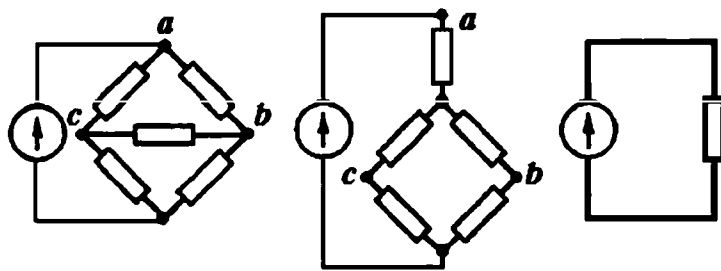

Рис. 1.3. Эквивалентные преобразования электрических схем
3. Последовательность эквивалентных преобразований схем представлена на рис. 1.3.